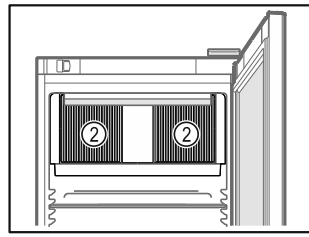

Fig. 50
- Lüftungsschlitze Fig. 50 (2) des Umluftgebläses im Innenraum freihalten.